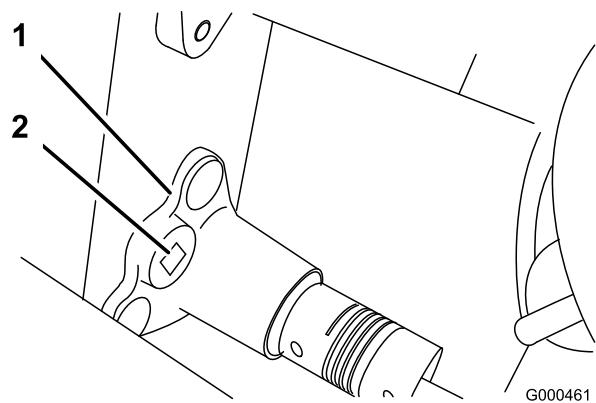

Figura 37
- Usando una llave dinamométrica de 3/8 pulgadas, gire el alojamiento del cojinete con una fuerza de 3,9–4,5 Nm para ajustar la tensión de la correa (Figura 37).